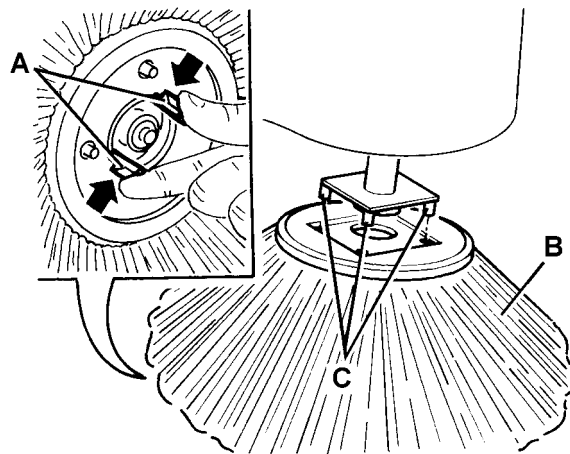

Figure 10
1. Amener la machine sur un sol plat et activer le frein à pédale (26), si équipé.
2. Tourner la clé de contact (61) sur "0".
3. Insérer la main à l'intérieur du balai latéral et appuyer sur les languettes (A, Fig. 10) vers l'intérieur, puis enlever le balai (B) en le dégageant des quatre pivots (C).
4. Installer le nouvel balai latéral dans la machine en l'engageant dans les pivots (C, Fig. 10) et dans les languettes (A).